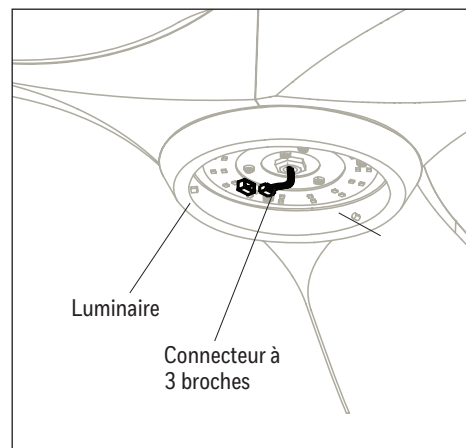

Figure 5.5
5. Raccordez ensuite le connecteur à 3 broches du ventilateur au connecteur à 3 broches de luminaire. (Figure 5.5).